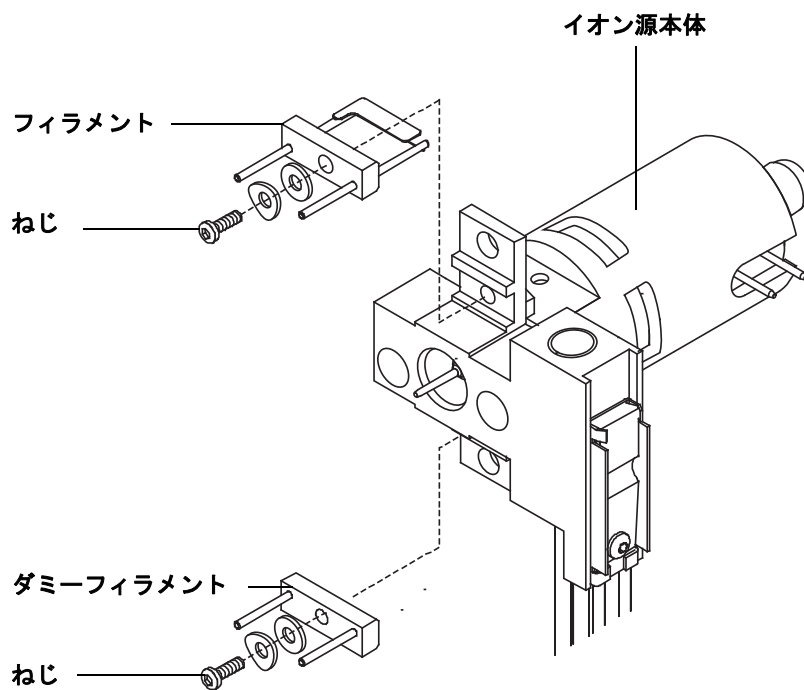

図 39 CI フィラメントの交換
- 4 フィラメントをイオン源本体に固定しているねじを外します (図 39 を参照してください)。
- 5 フィラメントをイオン源アセンブリからスライドさせて外します (図 39 を参照してください)。
- 2 新しいフィラメントをイオン源本体のフィラメントの位置に取り付けます (図 39 を参照してください)。